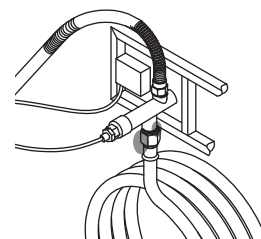

Figura 8
- La manguera y la entrada de gas del aparato (ver Figura 8)